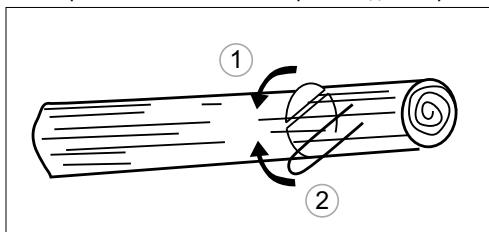

Рис. 22
3. В случая когато дънерът е върху опори от двата края, прорежете отначало отгоре на 1/3 на диаметър на дънера за да избегнете разделяне. След това завършете срез отдолу така, че той да съвпадне с първи срез, като избегате заклинване (рис. 22).